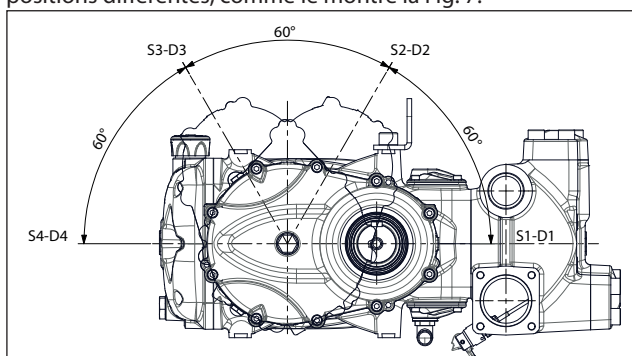

Fig. 7
(Fig. 7). Cette quantité sera légèrement inférieure pour les rep. ② et ③.
Il est également possible d'installer le réducteur sur 4 positions différentes, comme le montre la Fig. 7.